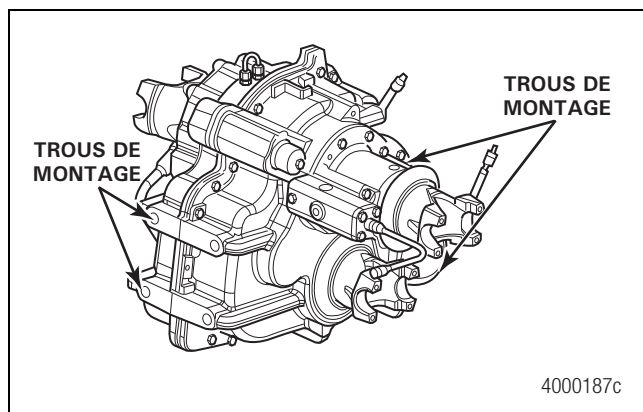

Figure 3.3
14. Confectionner des supports de montage ou autres éléments adaptés à la boîte de transfert. Fixer les supports au carter avant de la boîte de transfert en insérant les boulons dans les trous de montage de la boîte de transfert. Figure 3.3.
16. Attacher un dispositif de levage approprié aux boulons à œil, puis soulever la boîte de transfert. Utiliser des supports appropriés pour installer la boîte de transfert sur le support de réparation. Figure 3.3.